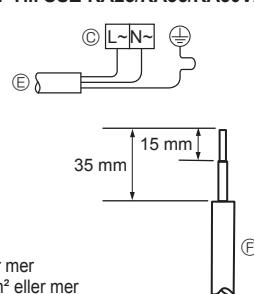

**Fig. 6-2**
### 6.1. Utomhusenhet (Fig. 6-1, Fig. 6-2, Fig. 6-3, Fig. 6-4)
- ① Ta bort servicepanelen.
- ② Anslut kablarna med hävning till Fig. 6-1, Fig. 6-2, Fig. 6-3 och Fig. 6-4.
- Utför ledningsdragningen enligt diagrammet till vänster. (Köp in kabeln lokalt) (Fig. 6-2)